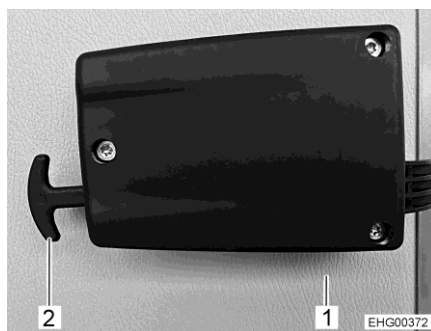

Fig. 45 Sbloccaggio di emergenza dello sportello del garage
- Tirare le due maniglie dello sbloccaggio di emergenza (Fig. 45,2).
- Spingere verso l'esterno lo sportello del garage (Fig. 45,1).